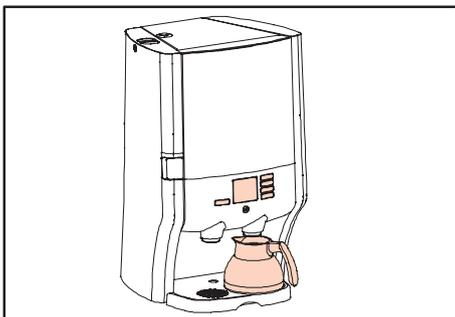

Fig. 82 Placez une verseuse sous le bec de sortie
35. Placez une verseuse sous le bec de sortie (fig. 82).